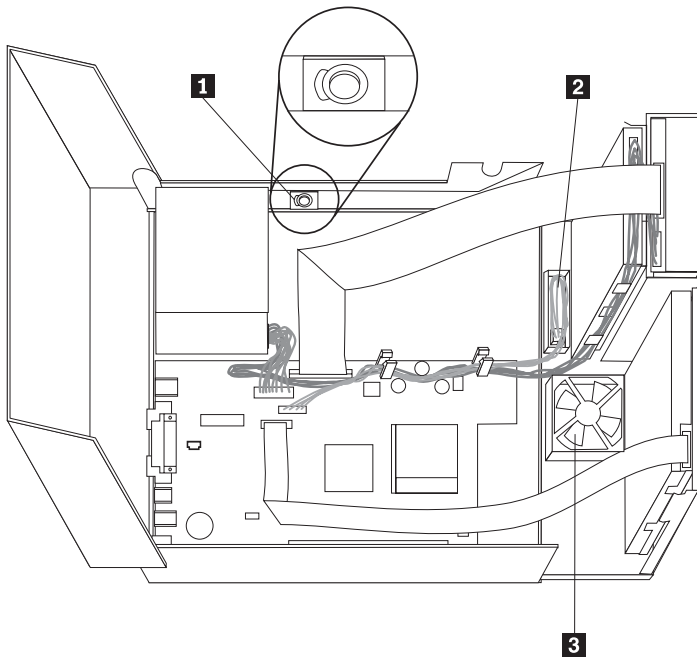

Figura 1. Alto-falante, ventilador, botão para ligar/desligar e conjunto de LED
4. Localize o alto-falante **1**. Consulte o Figura 1 na página 44.
5. Levante a guia e deslize o botão para ligar/desligar e o conjunto de LED **2** para fora. Consulte o Figura 1 na página 44.
2. Gire o conjunto do compartimento de unidade para cima para obter acesso ao conjunto do ventilador **3**. Consulte o Figura 1 na página 44.